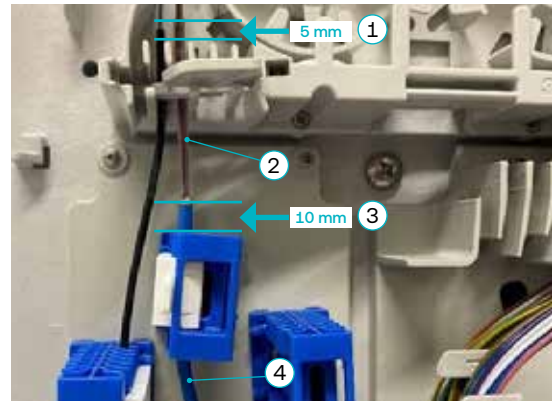

Abb. 35
- > Mikrokabel (1) in die Klemmplätze (2) eindrücken, Absetzmaß oberhalb der Klemmplätze siehe Abb. 35.
- > Gf-Mikrokabel (1) oberhalb des Gf-Führungskanals (2) absetzen (Absetzmaß siehe Abb. 35).
- > Gf-Mikrokabel mittels Fixierteilen (3) im Gf-Führungskanal fixieren.